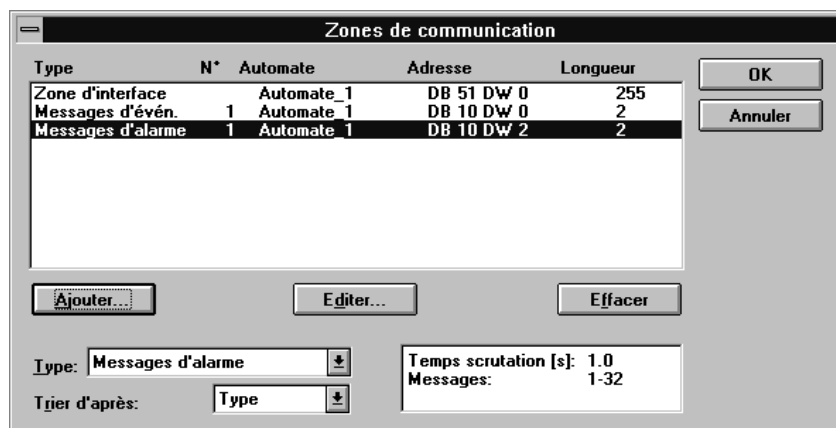

Figure 8-6 La boîte de dialogue Zones de communication
1. Sélectionnez la commande *Système cible* → *Zones de communication* pour déclarer la zone d'alarmes. La boîte de dialogue *Zones de communication* apparaît (figure 8-6).